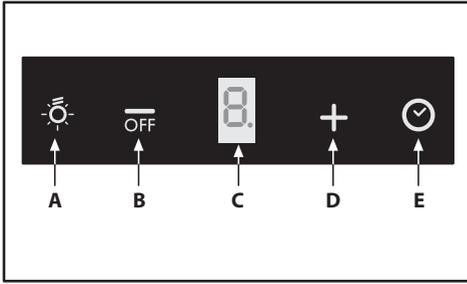

Fig.8
#### • **Microinterruttore (Fig.8 - 9 - 10):**
**Attenzione!** Questa cappa è dotata di un **microinterruttore** che permette di attivare le funzioni (luce e velocità del motore) tramite l'apertura del carrello telescopico. Se il carrello telescopico è chiuso, né le luci né le velocità del motore potranno essere attivati (Fig.8 - 9 - 10).
#### • **Comandi (Fig.8):**